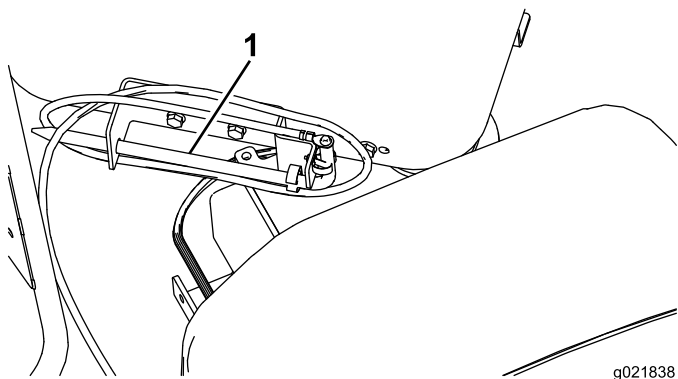

Figura 85
1. Retire a haste de aterramento de seu suporte na lateral da plataforma do operador (Figura 85).
2. Avance o sistema de translação à posição inferior na lança e aplique lubrificante de rosca do mandril. Em seguida, recue novamente o sistema de translação à extremidade superior da lança (Figura 85).